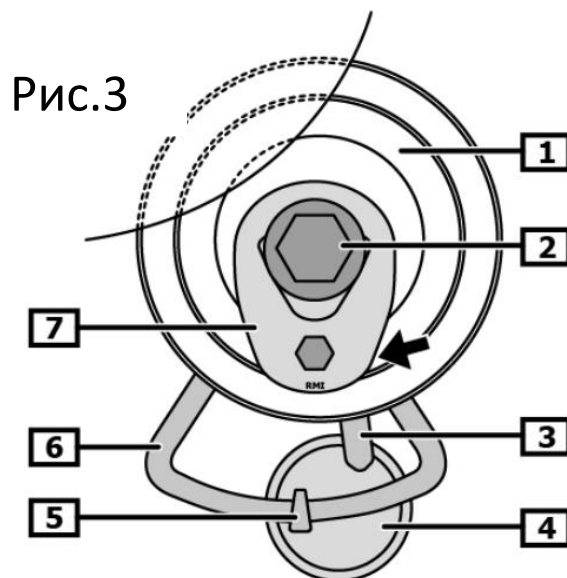

Рис.3
2) Зафиксируйте **GT357.26** на блоке двигателя, закрутив болт от руки. Проследите, чтобы натяжной ролик был установлен правильно, обращая внимание на положение указателя натяжителя (рис.3. поз.3). Правильно установленный натяжитель должен выглядеть как на рисунке 3. Теперь можно устанавливать ремень ГРМ.